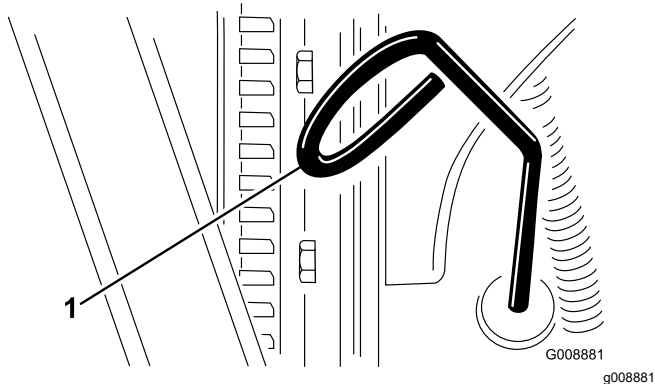

Bild 63
3. Nehmen Sie den Peilstab (Bild 63) heraus und wischen Sie ihn mit einem sauberen Lappen ab.